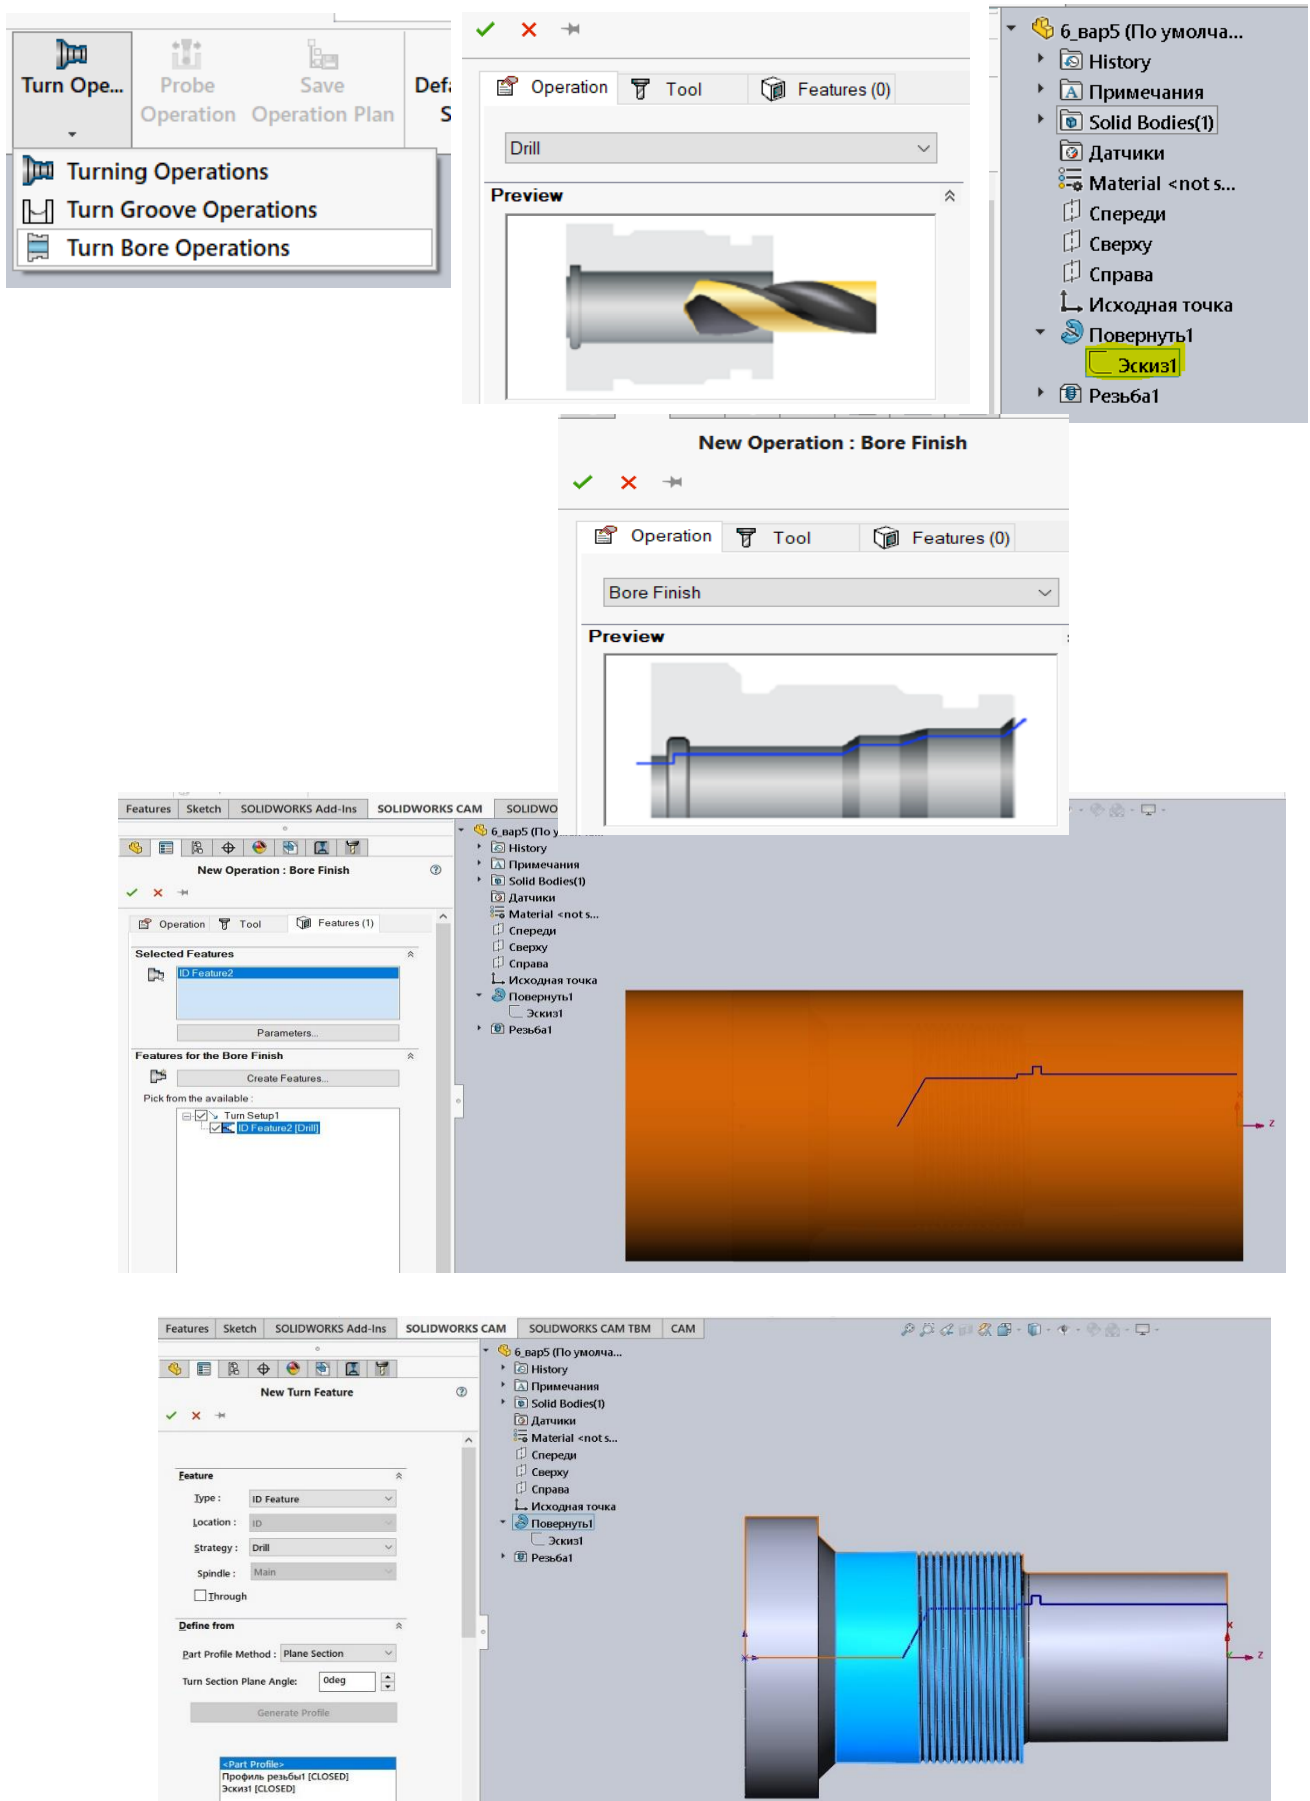

Рис. 4.7. Створення операції свердління
9. Створити операцію обробки отвору (рис. 4.7). З дерева проектування в графічній частині обрати відповідні ділянки кривої профілю у відповідному ескізі (темно- синій колір).